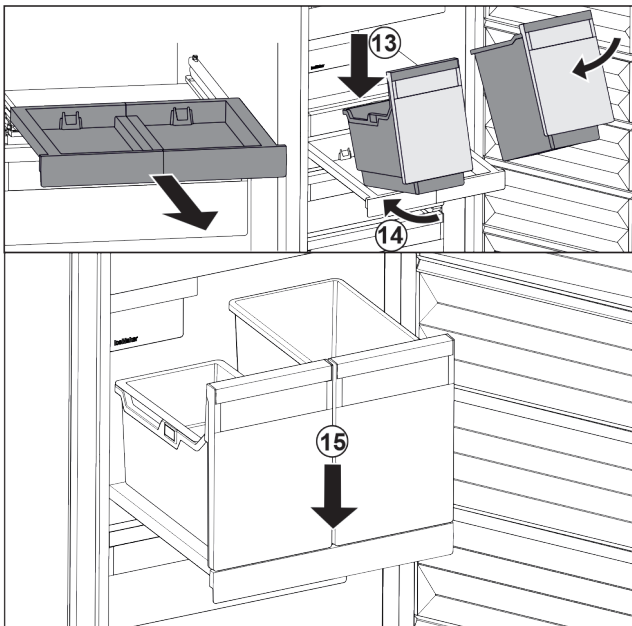

Fig. 86
- ▶ Behälter schräg auf das Auszugsbord aufsetzen. Fig. 86 (13)
- ▶ Behälter schräg nach hinten einschieben. Fig. 86 (14)
- ▶ Behälter vorne absetzen. Fig. 86 (15)